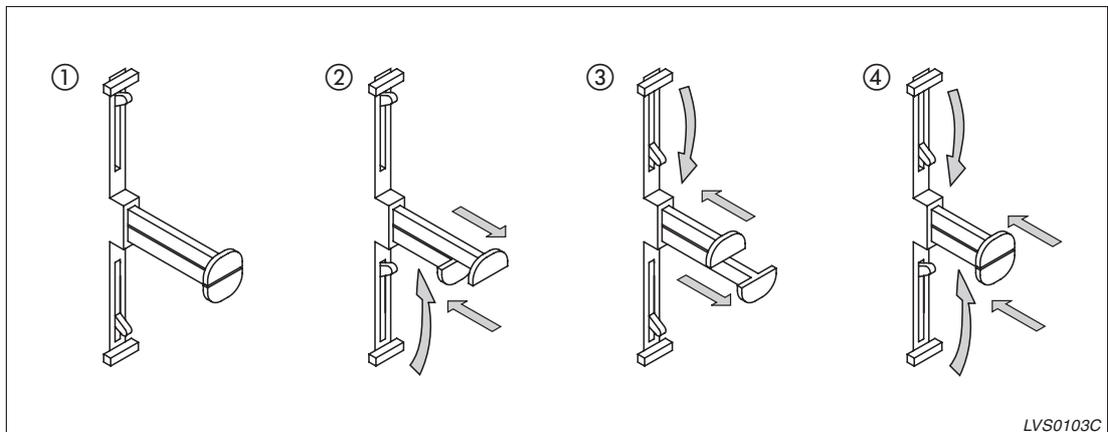

Abb. 4-33: Öffnen und Schließen des Berührungsschutzes
- ① Nach dem Herausziehen des Schalters finden Sie die Betätigungsstäbe so vor, wie es in Abbildung 4-33 dargestellt ist.
- ② Den Berührungsschutz schließen Sie, indem Sie den oberen Stab herausziehen.
- ③ Den Berührungsschutz schließen Sie, indem Sie den oberen Stab hineinschieben und gleichzeitig die untere herausziehen.
- ④ Den Berührungsschutz halten Sie in der geöffneten Position, indem Sie beide Stäbe gleichzeitig hineinschieben bis sie einrasten.